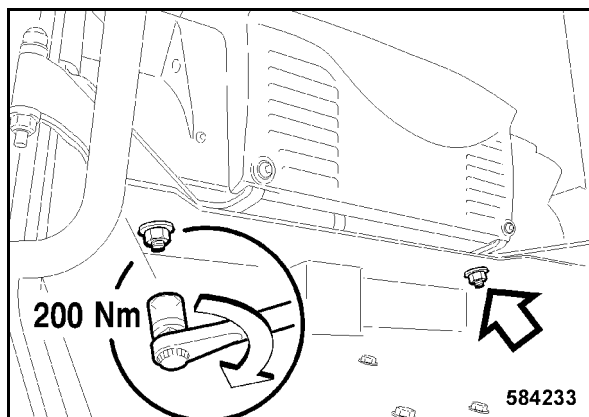

Bild 181
- Kierrä kummallekin sidepultille mutterit ja aluslaatat ja kiristä 200 Nm:llä (Bild 181).